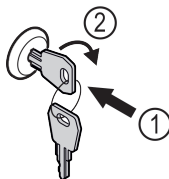

Fig. 180
- ▶ Introducir la llave. Fig. 180 (1)
- ▶ Girar la llave 90° en sentido horario. Fig. 180 (2)